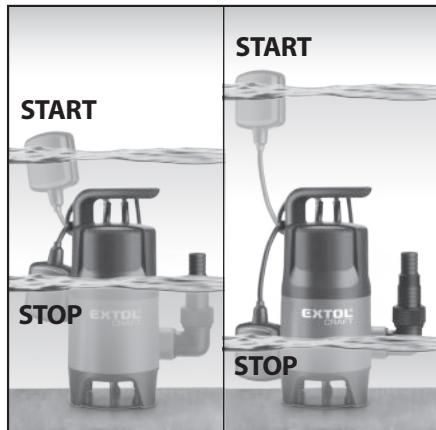

Abb. 2
→ Die einstellbare Schwimmerkabellänge ermöglicht es, bei welcher Wasserspiegelhöhe sich die Pumpe Ein- und Ausschalten soll, siehe Abb. 2.
Damit der Schwimmerschalter richtig funktioniert, darf die Entfernung zwischen diesem und der Aufhängung von seinem Kabel nicht zu klein sein. Das beschriebene Prinzip ist auf der Abb. 2 dargestellt.
6. Damit der Schwimmerschalter richtig funktioniert, darf die Entfernung zwischen diesem und der Aufhängung von seinem Kabel nicht zu klein sein. Das beschriebene Prinzip ist auf der Abb. 2 dargestellt.
- Der Betrieb vom Pumpenelektromotor wird automatisch durch die Lage des Schwimmerschalters im Verhältnis zur Wasserspiegelhöhe der Flüssigkeit angesteuert, siehe Abb. 2.